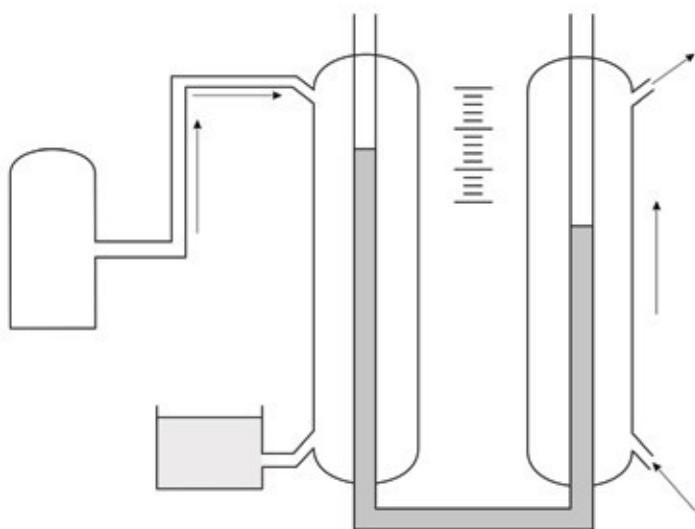

Рисунок 1 – Прибор для определения объемного расширения жидкости методом сообщающихся сосудов
Пусть сообщающиеся сосуды наполнены исследуемой жидкостью (рисунок 1). Если жидкость в левом колене поддерживается при температуре  $t_1$ , а в правом – при температуре  $t_2$ , то согласно формулам (8) и (9), плотность жидкости в левом и правом коленях будет различна. Поэтому жидкость в сообщающихся сосудах установится на разной высоте. Подставляя значение  $\rho_1$  и  $\rho_2$  из формул (8) и (9) в соотношение (13), получим соотношение между температурами и высотами жидкости в сообщающихся сосудах: